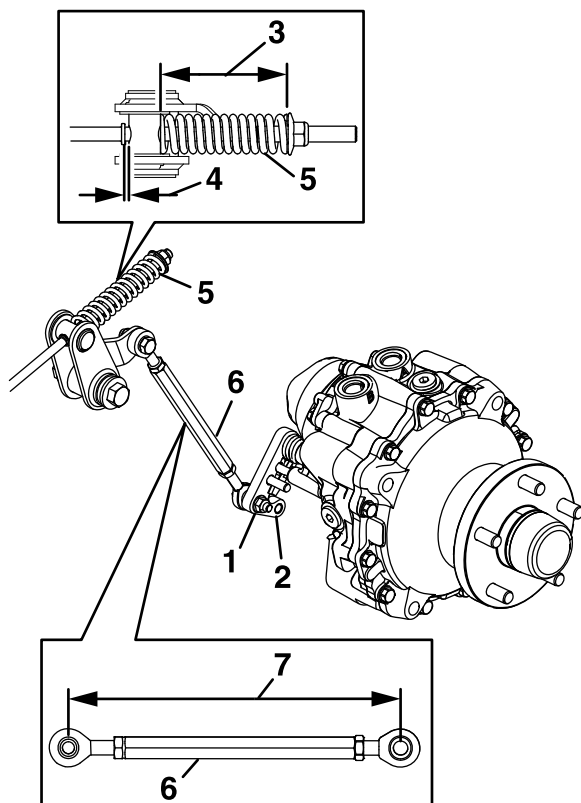

Bild 58
7. Messen Sie die Länge des Zuglenkers (Bild 58).
8. Messen Sie die Länge der Feder (Bild 58).